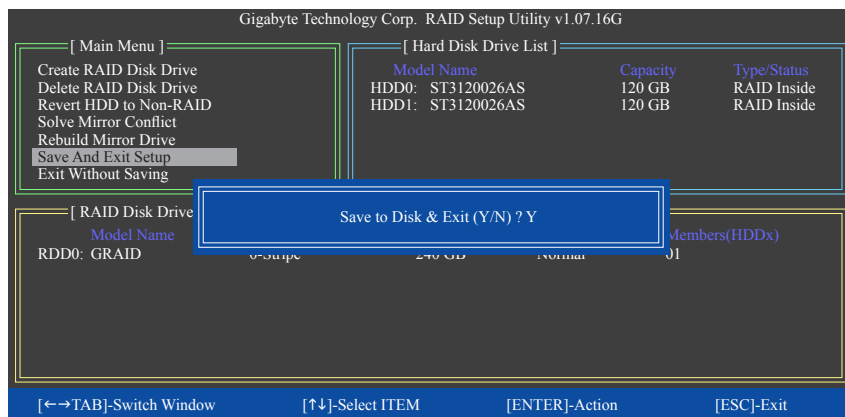

Figure 10
7. **Sauvegarder et quitter la configuration** : Une fois que la matrice RAID a été configurée, sélectionnez **Save And Exit Setup** dans l'écran principal pour sauvegarder vos réglages avant de quitter l'utilitaire RAID BIOS, puis appuyez sur <Y> (Figure 10).